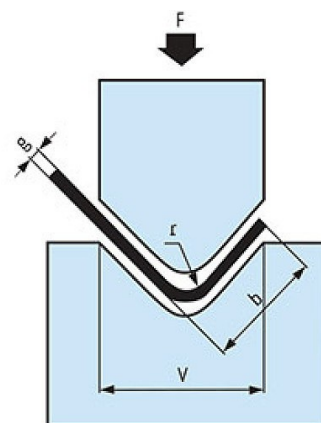

Fig. 19 : Description de la matrice et du poinçon
Étape 7 : Positionnez le limiteur de positionnement (Fig. 19, point F) à l'endroit où se trouve le pli de la feuille.
L'interrupteur de fin de course pour limiter la force de pression du poinçon (Fig. 19), règle le travail du poinçon vers la matrice. Pour le régler, il faut desserrer le contre-écrou "1", puis desserrer ou serrer le mandrin de réglage "2" à l'aide de la molette afin de rapprocher ou d'éloigner le mandrin de l'interrupteur de fin de course. Après avoir réglé le fin de course, resserrer le contre-écrou "1".